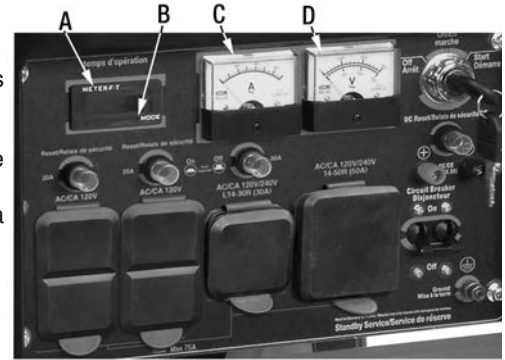

Figure 12
Ce panneau de contrôle comprend un afficheur numérique (A) Fig.12, il y a trois modes d'affichage. Pour changer le mode de l'afficheur, appuyez sur le petit bouton (B).
Ce panneau de contrôle comprend un ampèremètre (C) Fig.12 et un voltmètre (D).